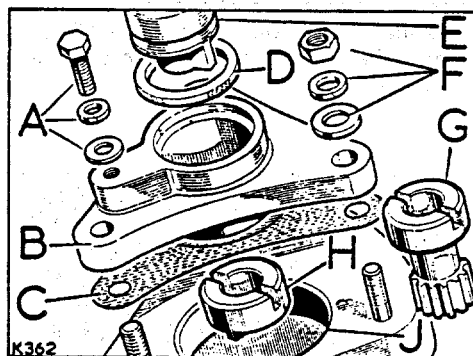

Abb. A1-58. Verteiler ausbauen
9. Verteiler an der Lagerplatte festschrauben. Siehe Abb. A1-58.